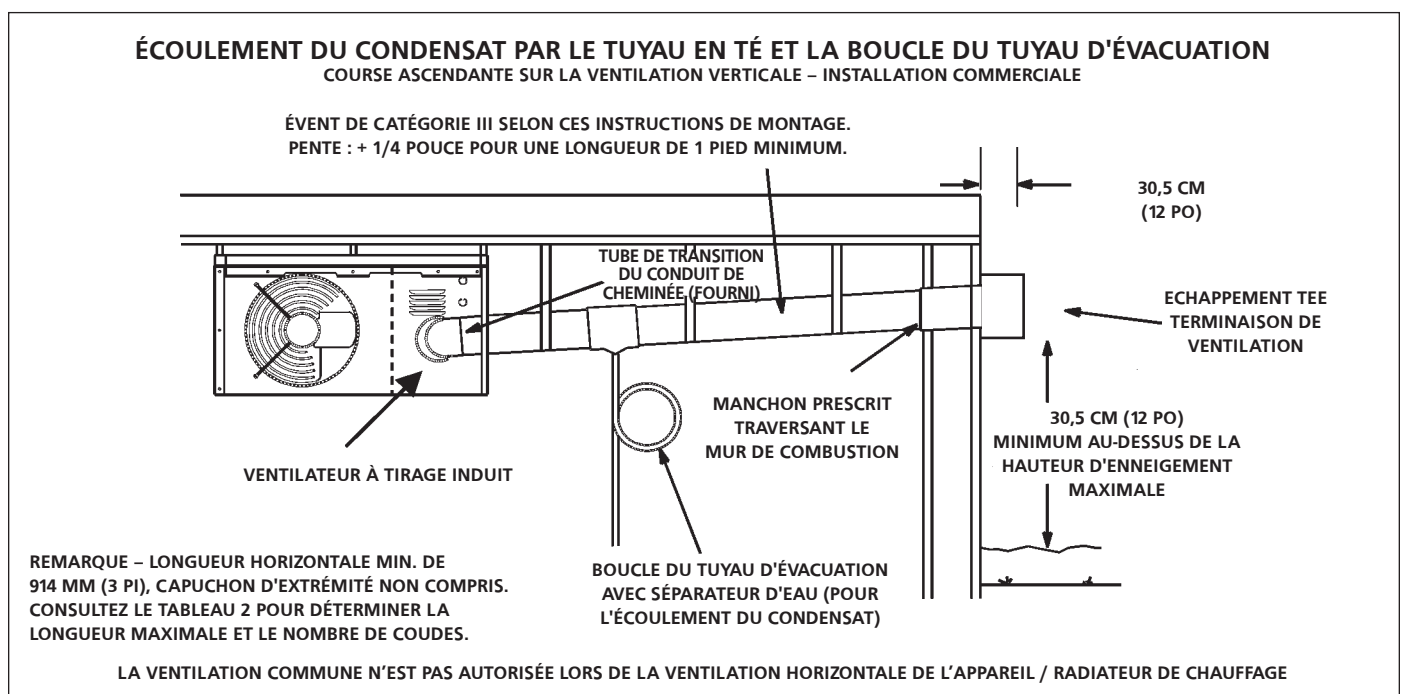

FIGURE 3
8. Lorsque la sortie est acheminée à travers un mur inflammable extérieur, il doit être soutenu en utilisant une bague de dégagement. Sceller la connexion entre la paroi unique et les tuyaux du double mur et l'espace annulaire du tuyau à double mur, conformément à l'illustration 2. Le bord intérieur de la pièce de sortie de ventilation en T doit être au moins à 12 pouces du mur extérieur, comme indiqué à la **figure 3**.
Ventilation A - Recommandations et exigences générales et C - Ventilation horizontale générale et D - Ventilation horizontale - Commerciale. Reportez-vous à la **figure 3**.